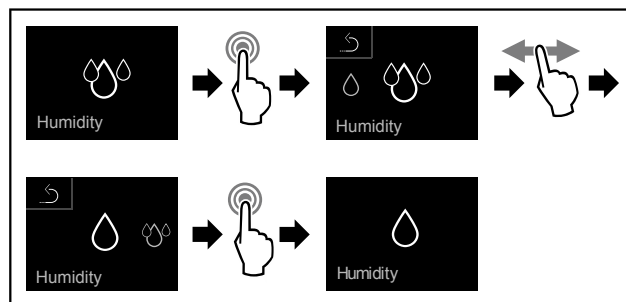

Fig. 70
- ▶ Выполните шаги действия (см. Fig. 70).